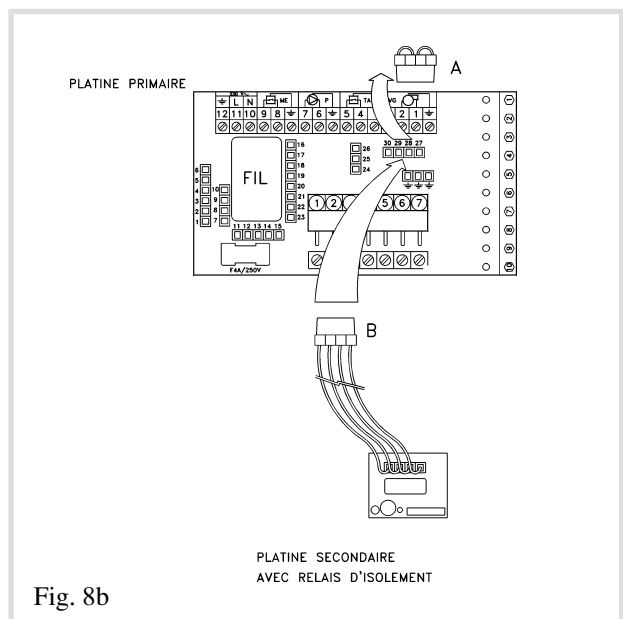

Fig. 8b
- de connector A van de primaire platine uitschakelen en de connector B aansluiten (fig . 8b)